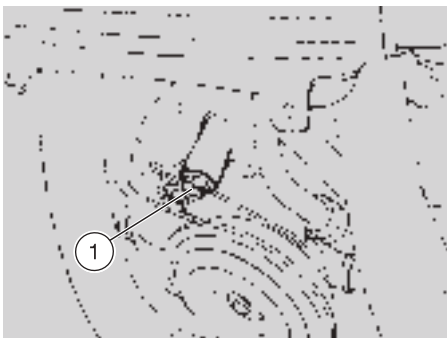

Fig. 27
- ◆ Togliere il tappo posto sulla trave anteriore del telaio (1 Fig. 27).
- ◆ Controllare la rondella di tenuta del tappo trave telaio anteriore (1 - Fig. 27) e riavvitarlo.